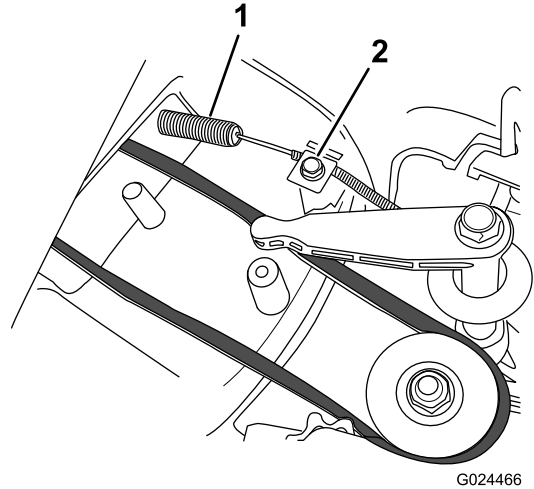

Figura 31
2. Instale el nuevo cable del freno de la cuchilla, pero no apriete la abrazadera de la parte superior de la carcasa de corte (Figura 31).